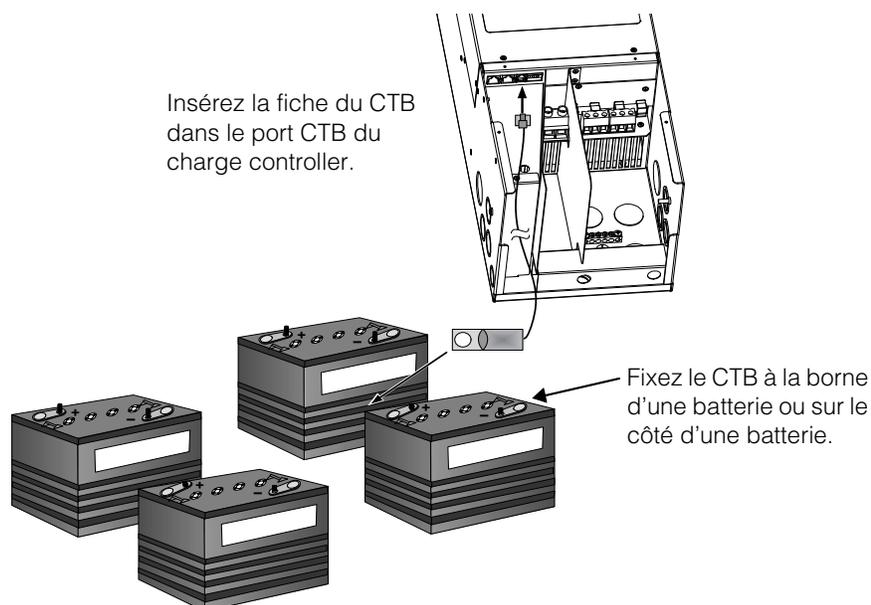

Figure 2-15 Installation du CTB
4. Passez l'autre extrémité du câble du CTB dans l'entrée défonçable et la rondelle de décharge de traction sur le charge controller, et insérez la fiche du CTB dans le port RJ-11 du CTB. Reportez-vous à la Figure 2-15.